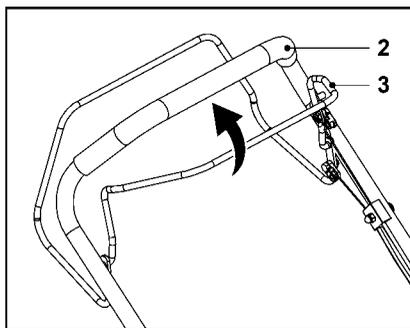

Рис. 10
1. При запуске двигателя потяните рычаг блокировки (3) назад и прижмите его к перекладине верхней ручки (2). Держите его прижатым во время работы (рис. 10).
2. Отпустите рычаг блокировки (3), чтобы заглушить двигатель.
1. Отведите назад тормозной рычаг (3) и прижмите его к перекладине верхней ручки (2) (рис. 10).